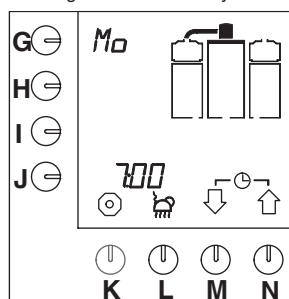

Fig. 13 Eksempel aktuell dag og tid
- Aktuell dag og tid vises et øyeblikk i displayet (fig.13).
- Aktuell dato og tid vises i displayet (fig.13).